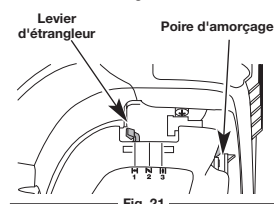

Fig. 21
3. Pressez et relâchez la poire d'amorçage à 10 reprises, lentement. Une certaine quantité de carburant devrait être visible dans la poire d'amorçage et les conduites de carburant (Fig. 21). Si du carburant ne peut pas être vu dans l'ampoule, la presse et le dégagement l'ampoule jusqu'à ce que le carburant soit évident.
4. Mettez le levier d'étrangleur en **Position 1** (Fig. 21).
6. Mettez le levier d'étrangleur en **Position 2** (Fig. 21).
9. Tout en gardant enfoncée la manette des gaz, placez le levier d'étranglement dans la **Position 3** (Fig. 21) et laissez le moteur se réchauffer encore pendant 60 secondes. Pendant ce temps l'appareil peut être utilisé.